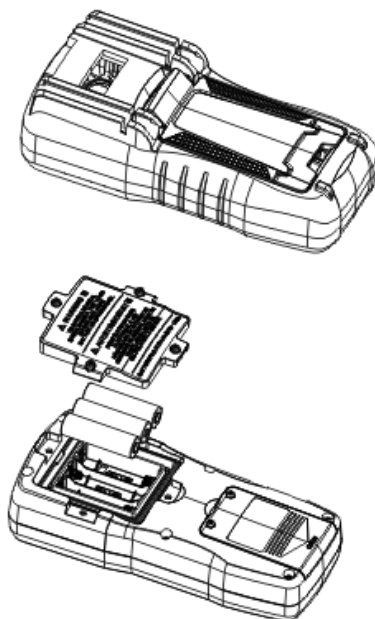

Figura 17
2. Sostituzione della batteria (Figura 17)